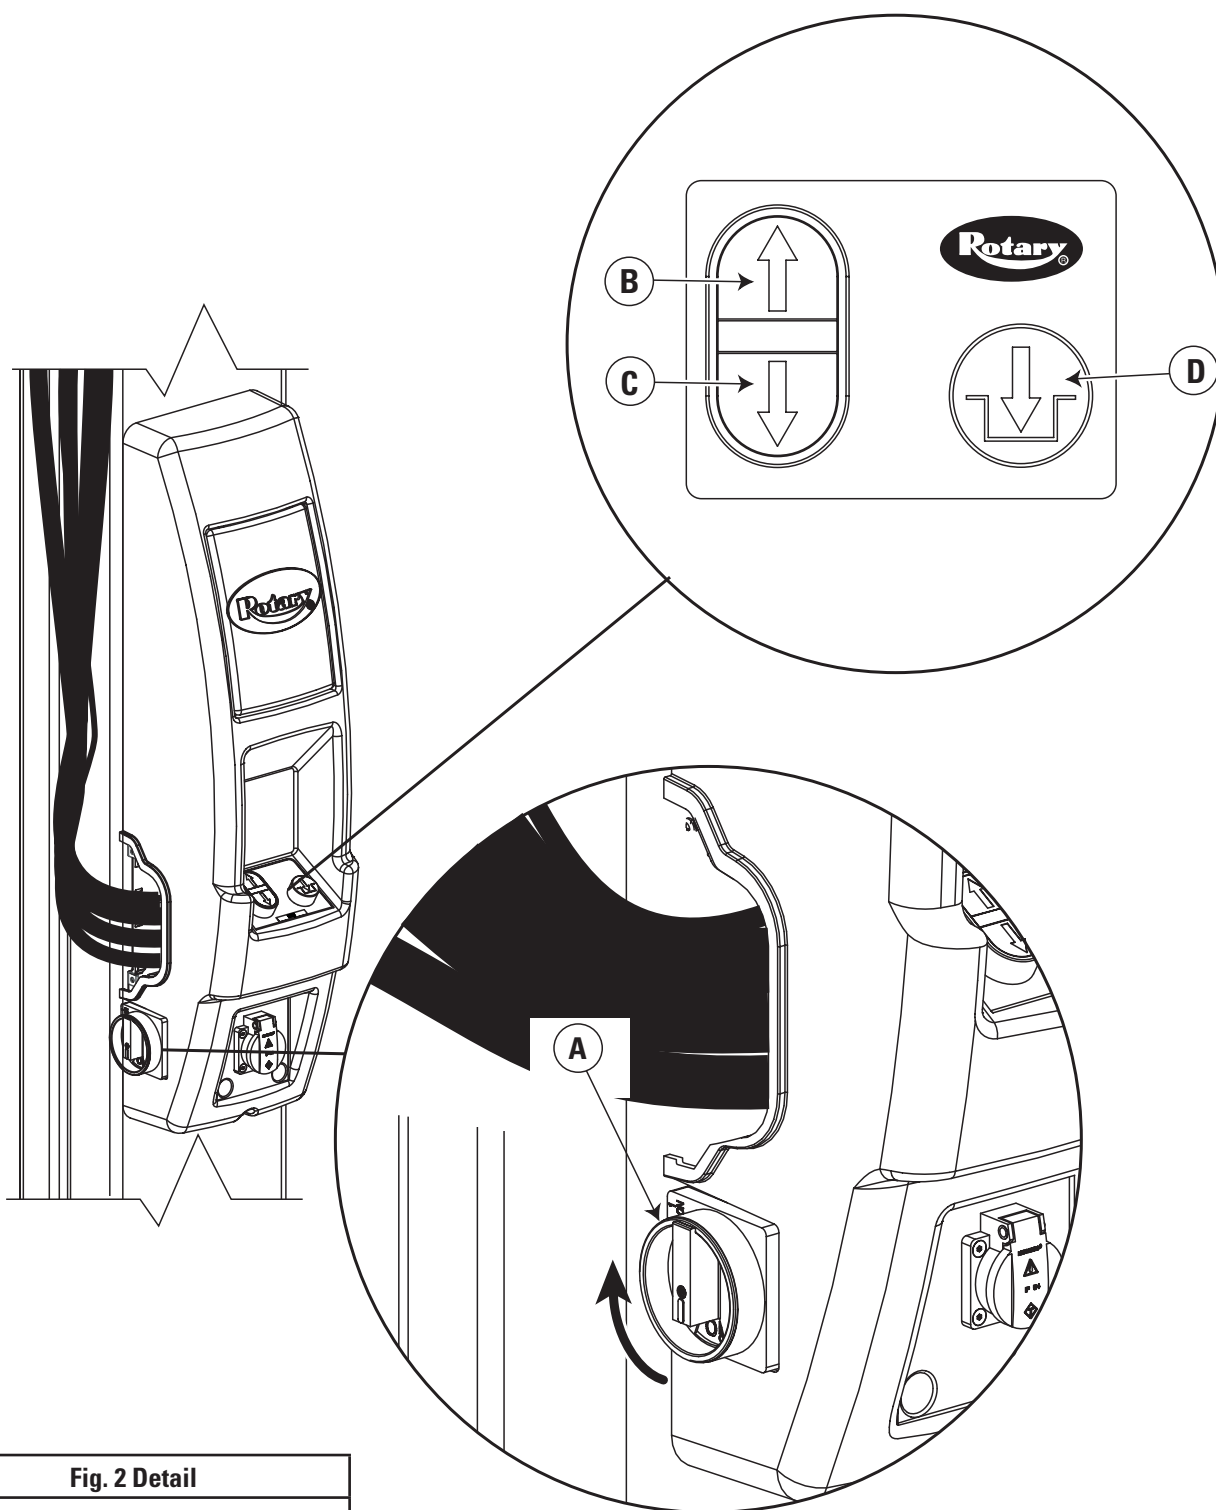

Fig. 2 Detail
- Ruotare l'interruttore di arresto di emergenza in posizione „ON“, fig. 1. Nei ponti di sollevamento della serie E ruotare entrambi gli interruttori di arresto di emergenza in posizione „ON“, fig. 2.
- Per ponti di sollevamento della serie E:  premere sul pannello di comando, fig. 2.